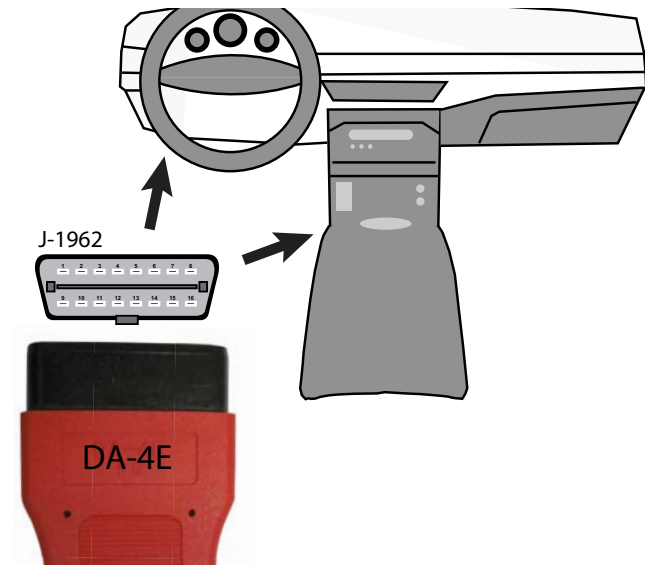

Abbildung 3-3
2. Schließen Sie das 16-polige Ende (J-1962) des DA-4E-Kabels (Abbildung 3-3) an den Fahrzeug-DLC an.